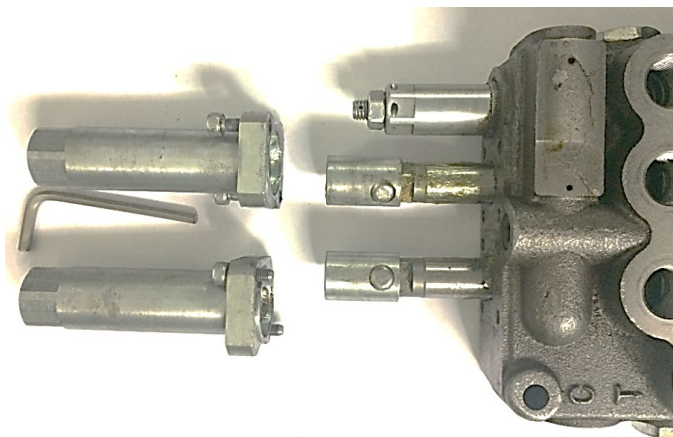

Рис. 3.6
- открутить винты крепления стаканов гидрораспределителя (рис. 3.6);